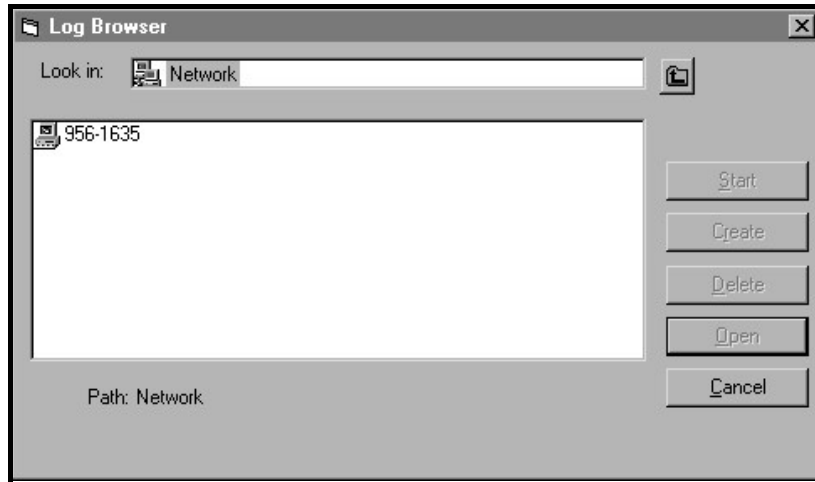

Figura 14: Selección de ordenador
- Haga clic en la opción *Navegador de registros*. Aparecerá el cuadro de diálogo mostrado en la *Figura 14*.